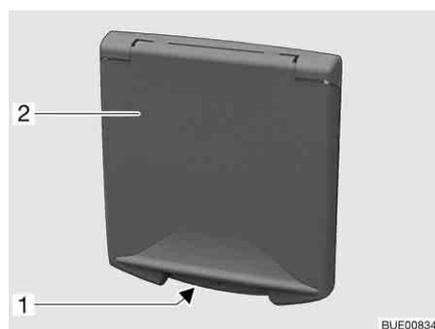

Fig. 52 Portillon pour le raccordement 230 V
- Dans la poignée encastrée (Fig. 52,1), saisir le portillon extérieur (Fig. 52,2) et le faire basculer vers le haut.